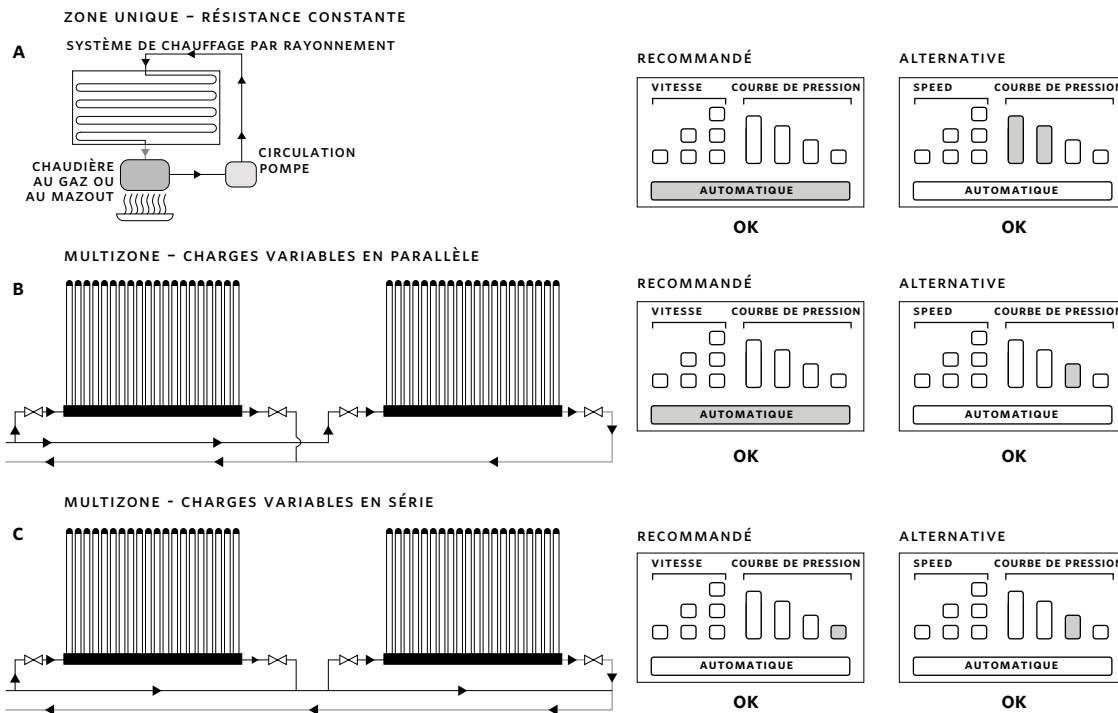

FIGURE 11. Réglages recommandés de la pompe pour différents types de systèmes
**Remarque** Le soin apporté à la sélection du mode de fonctionnement correct permet d'atteindre le maximum d'économies d'énergie et de confort possible (FIGURE 11).